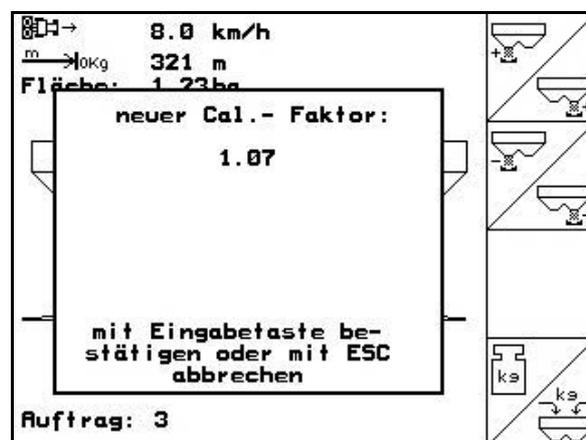

Рис. 33
- Отобразится новый калибровочный коэффициент (Рис. 33).